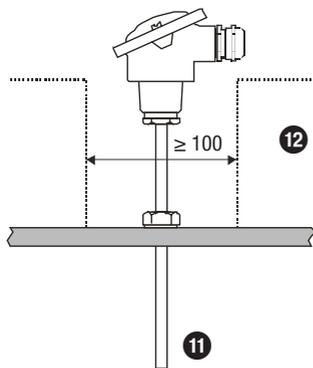
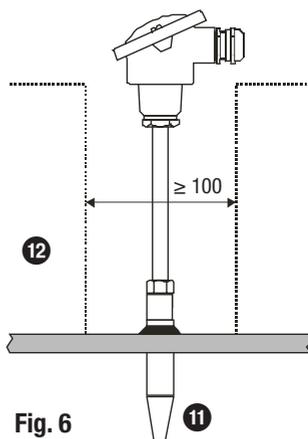

Fig. 5
Fig. 6
- Las sondas térmicas **no pueden estar completamente aisladas**. Véanse los ejemplo para el montaje en tanques **Fig. 5 y Fig. 6**